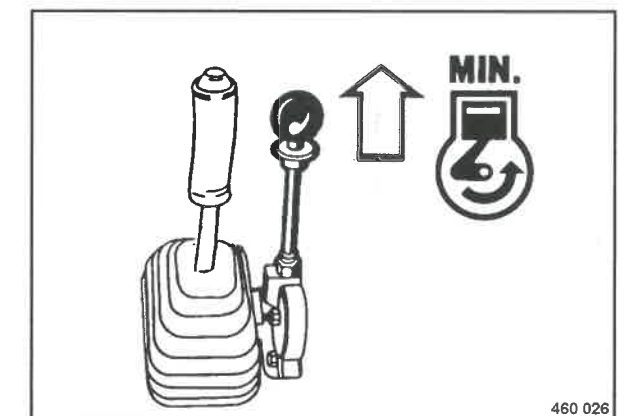

Fig. 52
- Non appena il motore gira regolarmente, tirare il piatto di arresto e riporre la leva regolazione di giri (Fig. 52) in posizione "MIN".